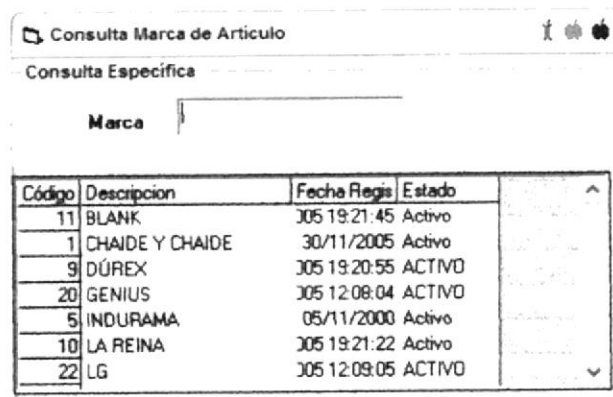

Figura 3.53 Pantalla de Consulta de Marca
y aparecerá la pantalla de consulta de Marca.(Ver Figura 3.53).
2. Elija la Marca que desea modificar dando doble clic en la descripción de este en la Pantalla "Consulta de Marca de Artículo" (Ver Figura 3.53) y volverá automáticamente a la pantalla anterior con todos los campos llenos.